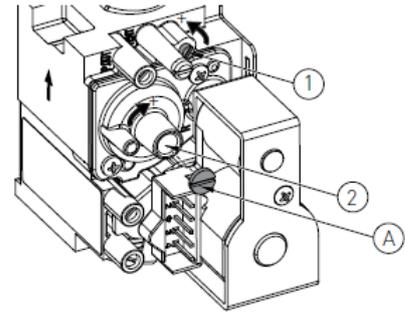

Рисунок 6.4
после чего проверьте, соответствует ли значение CO2 тому, что приведено в главе «Технические характеристики», в противном случае открутите защитный винт «А» и отрегулируйте при помощи ключа шестигранника на 4 винт «2» регулятора смещения (Рисунок 6.4). Для того чтобы увеличить значение CO2, необходимо вращать винт по часовой стрелке, а чтобы его уменьшить – против часовой стрелки. После завершения регулировки закрутите защитный винт «А» на регуляторе смещения.
- Проверьте, соответствует ли значение CO2 тому, что приведено в главе «Технические характеристики», в противном случае отрегулируйте винт «1» регулятора подачи газа (Рисунок 6.4). Для того чтобы увеличить значение CO2, необходимо вращать винт против часовой стрелки, а чтобы его уменьшить – по часовой стрелке.